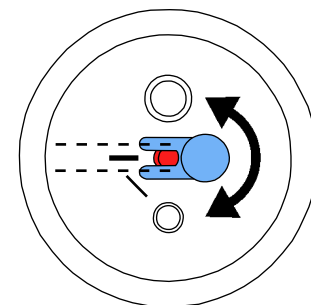

Fig. 12
- ¡En depósitos de chorreado de 25 - 70 µm, debe ajustarse la boquilla dosificadora (Fig. 12)!